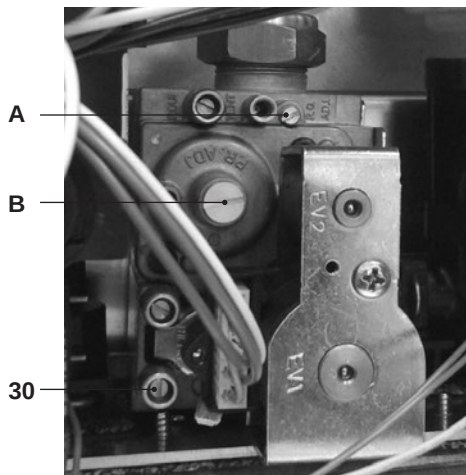

Figura 3.5
- A caldaia spenta (fuori servizio), controllare la pressione di alimentazione utilizzando la presa 30 in Figura 3.5 e confrontare il valore letto con quelli riportati nella tabella Pressioni di alimentazione gas nella sezione "Dati tecnici" presente nel libretto di Sistema.
- Richiudere bene la presa di pressione 30 in Figura 3.5.
- Per tarare il CO_2 della caldaia (pressione del gas al bruciatore) svitare completamente il tappo in ottone di protezione **B** e agire sulla vite a brugola $\varnothing$ 4 mm sottostante Figura 3.5, girando in senso orario il CO_2 aumenta.
- Se i due dati non coincidono agire sulla vite regolazione massimo RQ (**A** in Figura 3.5).